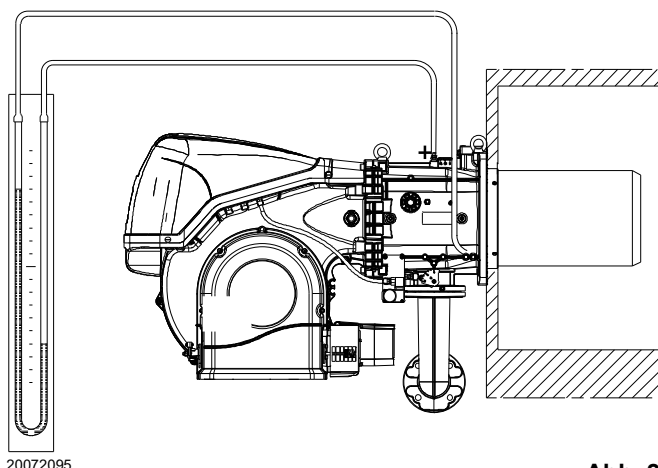

Abb. 24
- Montieren Sie ein U-Rohr-Manometer oder einen Differenzdruckmesser (Abb. 24), mit Entnahmestelle (+) am Gasdruck der Muffe und (-) in der Brennkammer. Damit soll annäherungsweise die Höchstleistung des Brenners mithilfe der ermittelt werden.